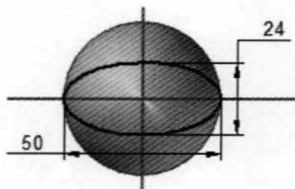

图 2.4 草图 1
Step4. 创建图 2.4 所示的草图 1。在 **草图** 区域中单击  按钮,选取俯视图 (XY) 平面为草图平面,绘制图 2.4 所示的草图。